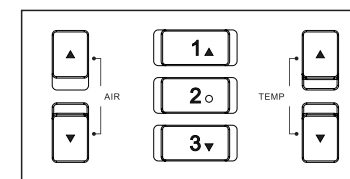

Abbildung 1-6
1. Schnelle Temperatur messen: Drücken Sie bei normaler Arbeit kurz die Taste "1 oder 2 oder 3" (siehe Abbildung 1-6), um die eingestellte Temperatur und das Luftvolumen, die im Kanal "1 oder 2 oder 3" gespeichert sind, schnell zu extrahieren Wert einstellen.